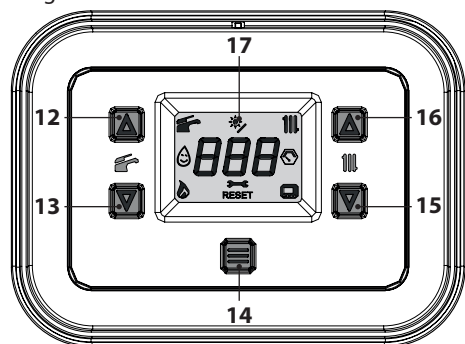

Figura 2.5
- Tenere premuto per 1 secondo il tasto 14 fino a far apparire sul display il simbolo  Figura 2.5.
La temperatura dell'acqua calda di mandata riscaldamento è regolabile agendo sui tasti 15 (diminuzione) e 16 (aumento) (Figura 2.5) da un minimo di circa 25°C ad un massimo di circa 80°C. Alla prima pressione di uno dei due tasti si ha la visualizzazione del valore di "set",
Comunque se la temperatura ambiente non dovesse essere confortevole si può aumentare o diminuire la temperatura di mandata dell'impianto riscaldamento di  $\pm 15^{\circ}\text{C}$  agendo sui tasti 15 (diminuzione) e 16 (aumento) (Figura 2.5).
La temperatura dell'acqua calda sanitaria è regolabile agendo sui tasti 12 (aumento) e 13 (diminuzione) (Figura 2.5) da un minimo di circa  $35^{\circ}\text{C}$  ad un massimo di circa  $60^{\circ}\text{C}$ . Alla prima pressione di uno dei due tasti si ha la visualizzazione del valore di "set", alla seconda pressione si accede alla modifica.